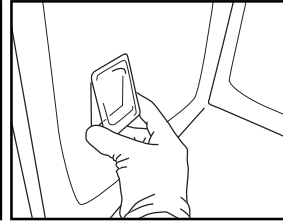

Fig. 10
5. Vuelva a poner la tapa y empuje contra la pared para engancharla bien (Fig. 10).